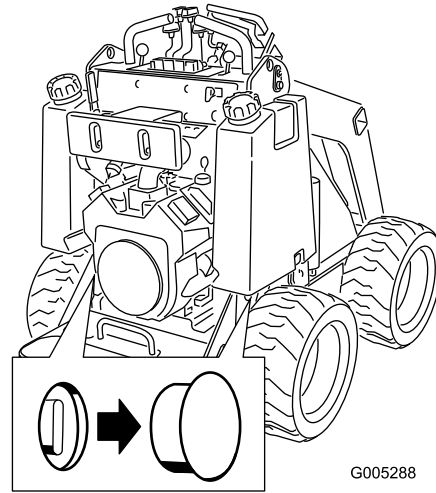

Figura 10
2. Retire el tapón que cubre cada válvula de remolcado, situada debajo de cada depósito de combustible (Figura 10).